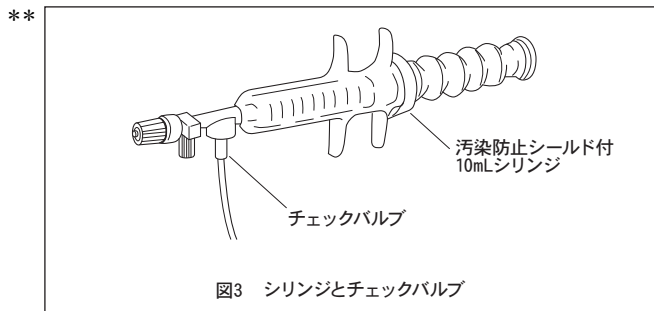

図3 シリンジとチェックバルブ
- ** 1. チェックバルブに10mLシリンジを接続します（図3）。